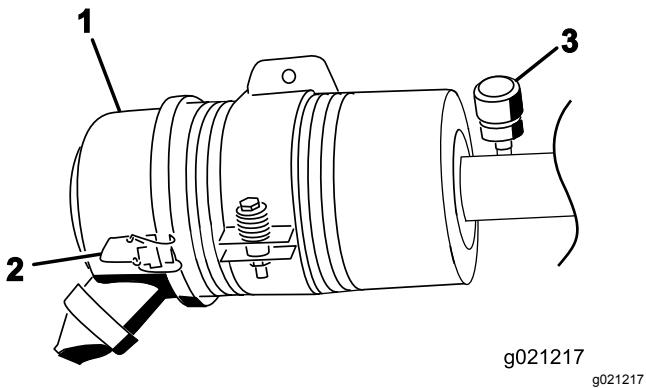

Figura 72
Revise el filtro del limpiador de aire únicamente cuando el indicador de mantenimiento lo requiera (Figura 72). El cambiar el filtro antes de que sea necesario sólo aumenta la posibilidad de que entre suciedad en el motor al retirar el filtro.
1. Abra los enganches que sujetan la tapa del limpiador de aire a la carcasa del limpiador de aire (Figura 72).